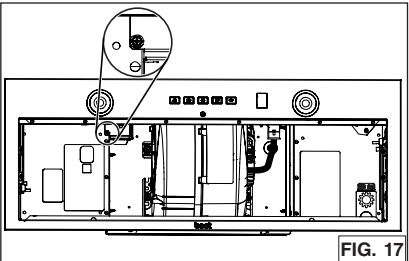

FIG. 17
5. Retirer et se débarrasser de la vis enclouée dans la FIG. 17.